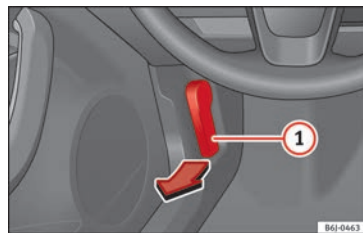

Fig. 6 Palanca de desbloqueo en el espacio reposapiés del conductor.
- Abrir el capó: tire de la palanca que hay debajo del tablero de instrumentos » **fig. 6** ①.